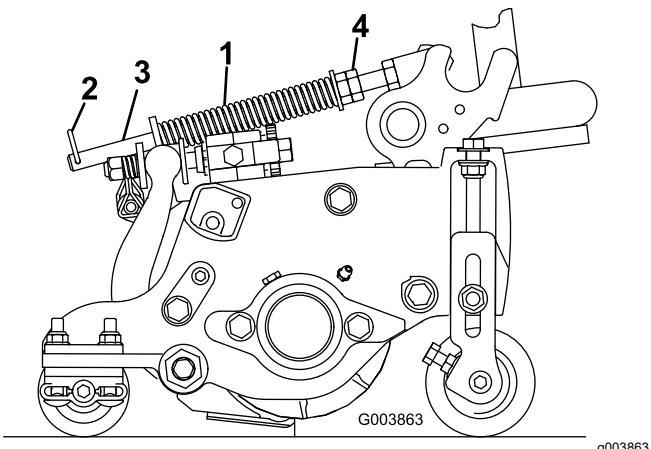

Bild 21
Die Rasenkompen-sierungsfeder (Bild 21) verlagert das Gewicht von der Front- zur Heckrolle. (Dies reduziert ein Bobbing genanntes Wellenmuster auf der Rasenfläche.)
1. Stellen Sie sicher, dass der Lastösenbolzen in das hintere Loch in der Federstange eingesetzt ist (Bild 21).
2. Ziehen Sie die Sechskantmuttern vorne an der Federstange an, bis die komprimierte Länge der Feder 15,9 cm beträgt (Bild 21).